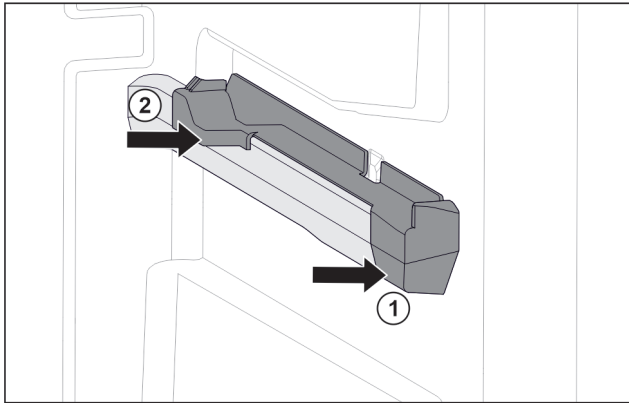

Fig. 75 Pieza de acoplamiento en la nervadura para recipientes derecha
- ▶ Coloque la pieza de acoplamiento delante en la nervadura para recipientes. Fig. 75 (1)
- ▶ Presione la pieza de acoplamiento por detrás. Fig. 75 (2)